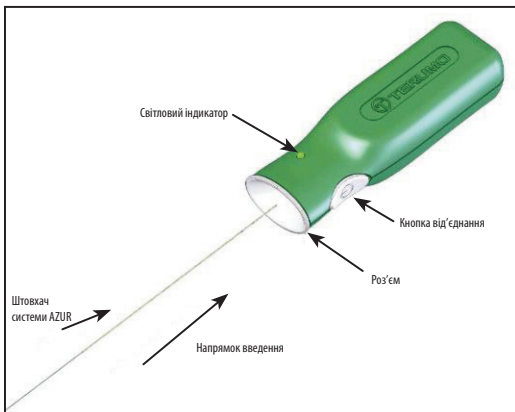

Рисунок 2. Контролер від'єднання системи AZUR
13. Перед використанням пристрою вийміть проксимальний кінець штовхача з пакувальної муфти. Будьте обережні, щоб не допустити контамінації кінця штовхача сторонніми речовинами, як-от кров'я або контрастною речовиною. Міцно вставте проксимальний кінець штовхача в роз'єм контролера від'єднання системи AZUR. Дивіться рисунок 2. Поки що не натискайте кнопку від'єднання.
33. З'єднайте проксимальний кінець штовхача з контролером від'єднання системи AZUR, міцно вставивши проксимальний кінець штовхача в роз'єм контролера від'єднання системи AZUR. Див. рисунок 2.